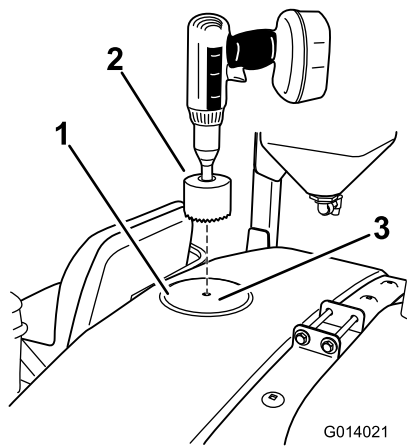

図 20
1. 図 20 に示されているタンク前部の位置を探し出す。円の中心にあるドリルマークを探し出す。
2. 3-5/8 inch (9 cm) の円形ノコを使ってマークのところに穴を切る(図 20)。バルクヘッドをはめるために、穴を少しだけ拡大する必要がある。